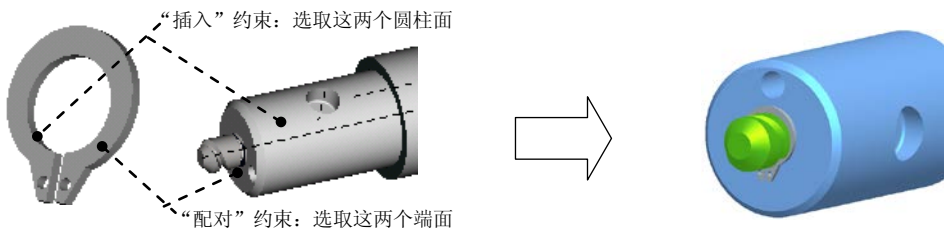
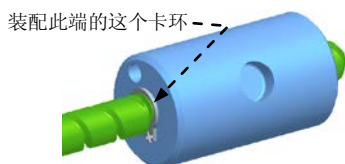

图 12.5.7 装配第一个卡环
图 12.5.8 装配另一端的固定卡环
① 定义“插入”约束。分别选取图 12.5.7 所示的两个圆柱面：卡环（**Fixing_ring**）的内孔圆柱面和元件活塞（**Piston**）的外圆柱面。
② 定义“配对”约束。分别选取图 12.5.7 中的两个端面：卡环（Fixing_ring）的端面和元件活塞（Piston）的端面。
③ 单击操控板中的  按钮。
Step8. 按与 Step7 相同的操作方法, 装配另一端的固定卡环(Fixing_ring)零件, 参见图 12.5.8。